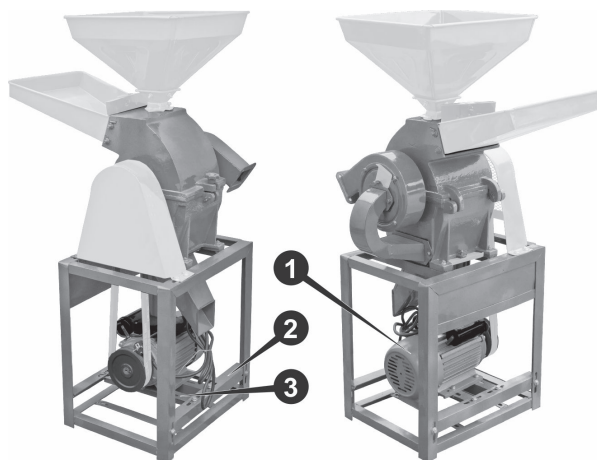

Рисунок 3. Порядок складання - 2
5.2.7. Встановити на раму поздовжні (2, рис.3) та поперечні (3, рис.3) кронштейни кріплення електродвигуна. Різьбові кріпильні вироби закрутити від руки, але не затягувати.
5.2.8. Встановити електродвигун (1, рис.3) на поперечні кронштейни кріплення. Різьбові кріпильні вироби закрутити від руки, але не затягувати.